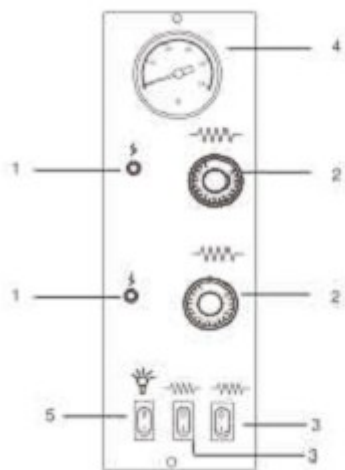
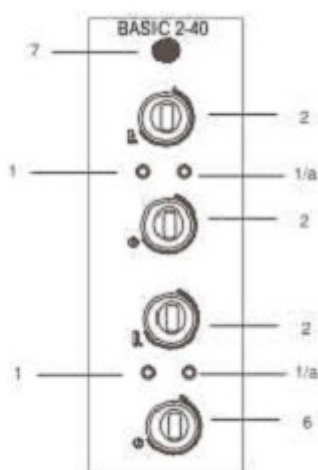

Рис.1 Панель печи
Рис.3 Панель печи
- 3) Переведите нагревательные элементы (рис.1,2_3) в положение "I"; для печи 2/40: нажмите основной выключатель "рис.3_7";
- 4) Включите ТЕНЫ, установив для термостатов (Рис.1, 2, 3 – функц.2) температуру 150°C, указанную на рукоятке настройки. Соответствующий красный свет, сигнализирующий о работе резисторов, загорится;
- 6) Отключите работающие ТЭНЫ, переведя показания термостатов (**Рис.1, 2, 3 – функц. 2**) в положение “0” и предупредительный свет погаснет. Для печи 2/40: нажмите основной выключатель и отключите нагревательные элементы;
- 8) Закройте дверцу и повторите операцию, как указано в пункте 4), установив термостаты (рис.1; 2_функц.2) на температуру **400°C**, указанную на кнопке. Для печи 2/40: установите термостаты (рис.3_функц.2) на температуру **350°C**.
- 10) Отключите ТЭНЫ, переведя показания термостатов (**Рис.1, 2, 3 – функц. 2**) в положение “0”;
- 12) В печи 2/40 Вы можете регулировать температуру приготовления, установив секунды при помощи таймера (рис.3_функц.6). После того, как время будет установлено, нагревательные элементы отключатся. Чтобы выбрать режим приготовления, переведите кнопку таймера (рис.3_функц.6) в положение “ON” повернув её влево.
- 2) Переведите выключатель нагревательных элементов (рис.1, 2_функц.3) в положение “I”; для печи 2/40: нажмите основной выключатель (рис.3_функц.7)
- 3) Включите ТЭНЫ, установив для термостатов (**Рис.1, 2 – функц. 2**), необходимую температуру, указанную на рукоятке настройки. При этом загорятся соответствующие светодиоды, подтверждающие, что ТЭНЫ действительно работают;
- 4) После того, как печь нагреется до необходимой температуры (см. пункт 9 настоящего параграфа), показания которой выводится на термометр (**Рис.1 – функц. 4**), можно поставить пиццу в печь для выпекания.
- 6) Для освещения внутренней части камеры выпечки нажмите на выключатель лампочки печи (**Рис.1-функц.5**).
- 1) Выключите печь, переведя выключатель тэнов печи (**Рис.1,2 – функц. 3**) в положение “0” и кнопки, которые регулируют термостаты (**Рис.1,2 – функц. 3**). Для печи 2/40: нажмите основной выключатель и отключите нагревательные элементы.